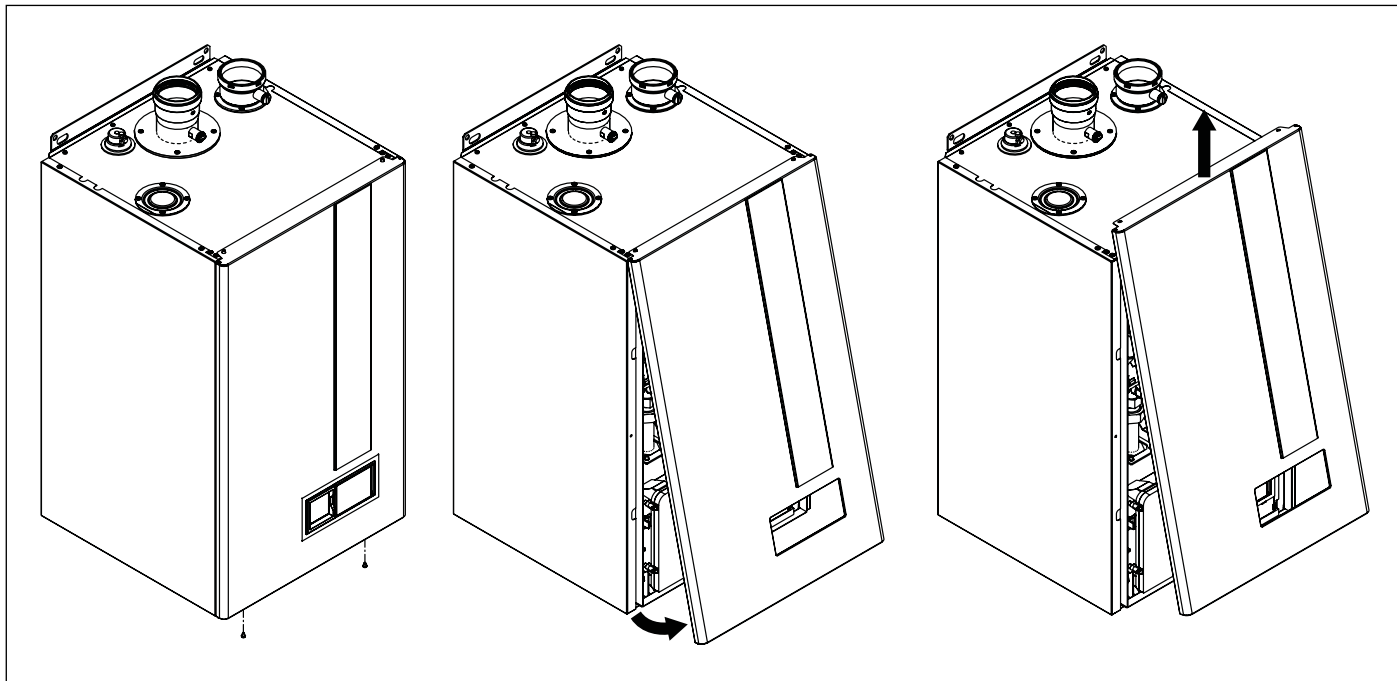

Рис. 26 Отвір у корпусі
- Зніміть передню панель бойлера (див. Рис. 26 Отвір у корпусі).